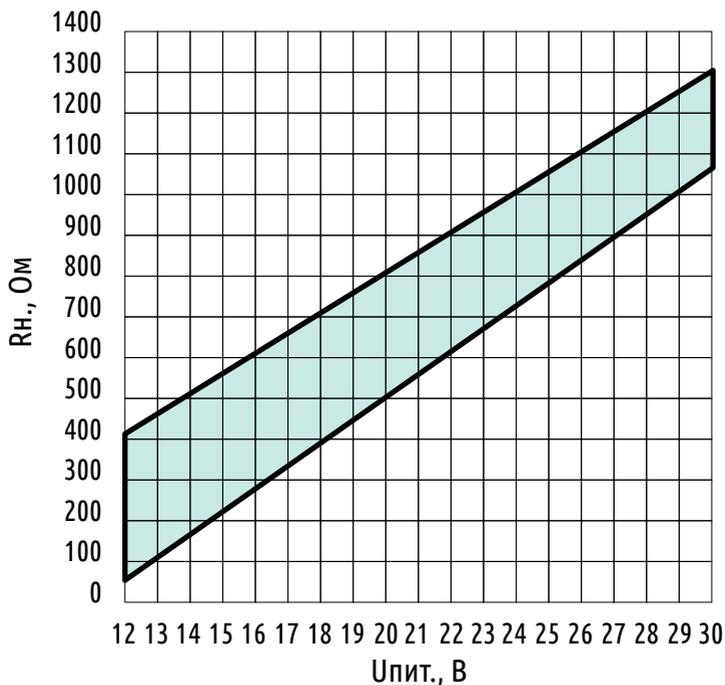

Рисунок 1 - Допустимое сопротивление нагрузки токового выхода
| Допустимое сопротивление нагрузки токового выхода | см. Рисунок 1 |
- *Обеспечить корректное сопротивление нагрузки для датчиков с аналоговыми выходами (см. раздел 1.4). Для датчиков с токовыми выходами обязательно подключение дополнительного нагрузочного сопротивления (см. рисунок 1).*
ВНИМАНИЕ! При подключении токовых выходов датчика необходимо последовательно с измерительным сопротивлением входа прибора ($R_{изм}$) подключать дополнительное нагрузочное сопротивление (R_n) с таким номиналом, чтобы сумма сопротивлений $R_{изм}$ и R_n была в зоне допустимой нагрузки при данном напряжении питания (см. рисунок 1). Это необходимо для уменьшения влияния эффекта самонагрева.